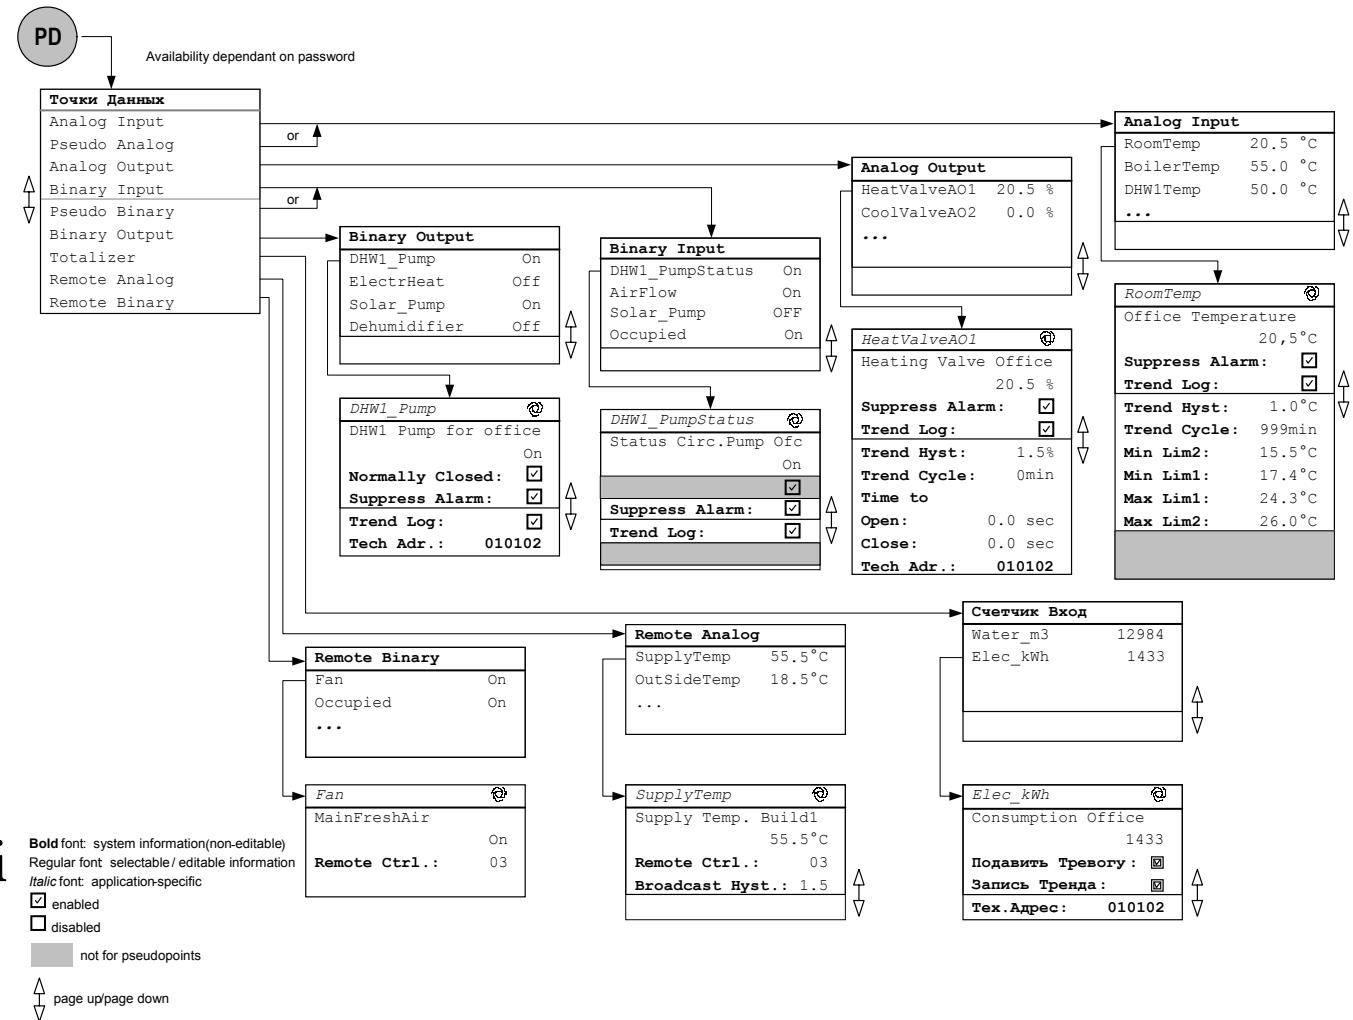

Рис. 18. Последовательность меню “Точки Данных”
PD	refers to Рис. 18, p. 70
(PD)	См. Рис. 18, п. 70